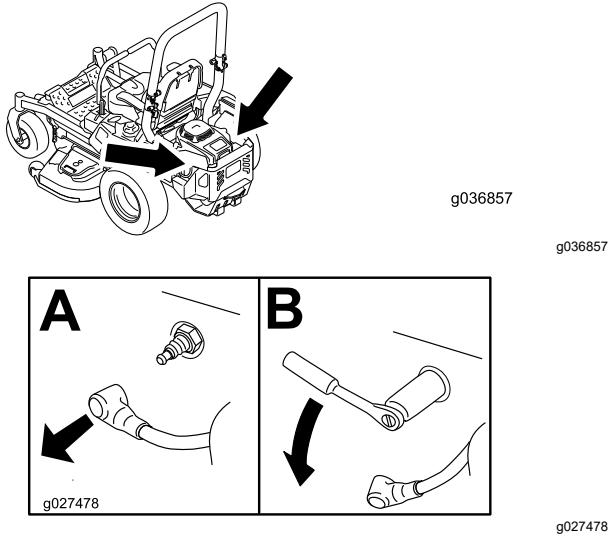

Figure 46
- Localisez et déposez la ou les bougies, comme montré à la Figure 46.